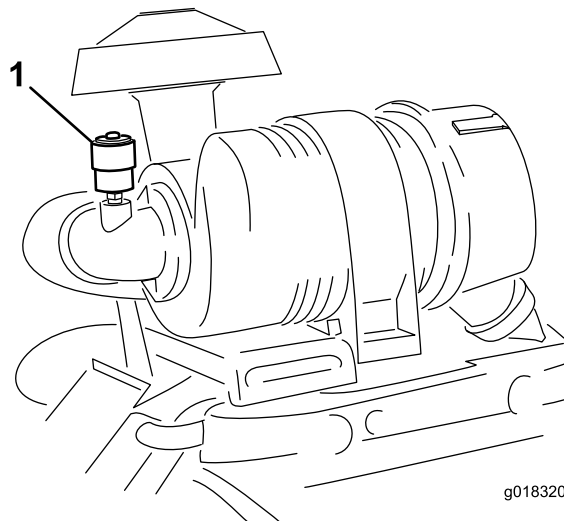

Figura 43
Nota: Effettuate la manutenzione del filtro dell'aria solo quando la spia (Figura 43) lo richiede. Sostituendo il filtro dell'aria prima del necessario si aumenta il rischio che la morchia entri nel motore quando si toglie il filtro.
6. Se la spia (Figura 43) è rossa, resettatela.